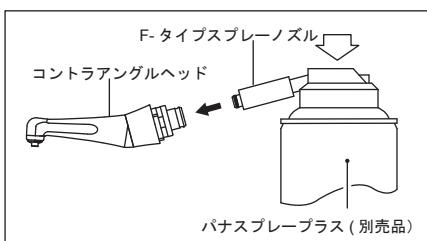

図 8
- 2) スプレーノズルをコントラアンダルヘッド後部へ挿し込み、コントラアンダルヘッドを押さえて、コントラアンダルヘッド先端よりオイルが出るまで2~3秒スプレーします。注油は先端から異物等の汚れが出なくなるまで繰り返し行います。(図8)